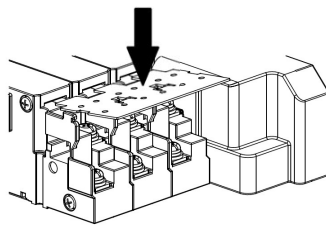

図2
- ②端子カバーを上部から「カチッ」と音がするまで押さえてください。(図2)